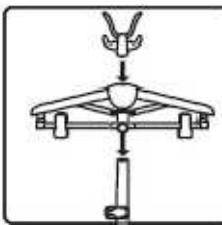

fig.10
2. Introduzca verticalmente la percha en la varilla y atorníllela al máximo hasta que esté bien fijada. (fig.10)
3. Introduzca verticalmente el soporte para la cabeza en la parte superior de la varilla. (fig.10)